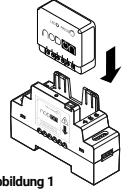

Abbildung 1
- 3 Setzen Sie das Modul in das Hutschiene-Gehäuse ein und achten Sie auf die richtige Richtung des Moduls, die Klemmleiste muss sich links befinden (siehe Abbildung 1). Überprüfen Sie, ob die Klemmen genug geöffnet sind, damit die Stifte im Gehäuse nicht geknickt werden.